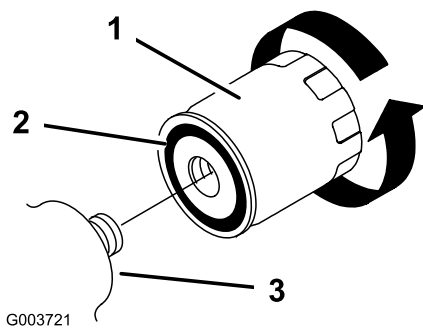

Рисунок 37
5. Снимите старый фильтр (Рисунок 37) и начисто протрите поверхность переходника фильтра.
6. Нанесите тонкий слой гидравлической жидкости на резиновую прокладку нового фильтра (Рисунок 37).
7. Установите новый фильтр гидравлической системы в переходник фильтра (Рисунок 37). Поверните фильтр гидравлической системы по часовой стрелке так, чтобы резиновая прокладка соприкоснулась с переходником фильтра, после этого затяните фильтр, повернув его еще на 1/2 оборота.